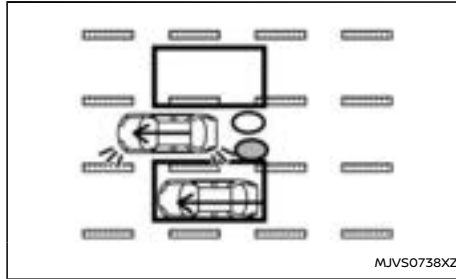

Abbildung 2 Von hinten heranfahrend
**Abbildung 2:** Wenn der Fahrer den Richtungsblinker betätigt, erzeugt das System zweimal einen Signalton und die BSW-LED-Leuchte sowie die BSW-Anzeige leuchten auf.